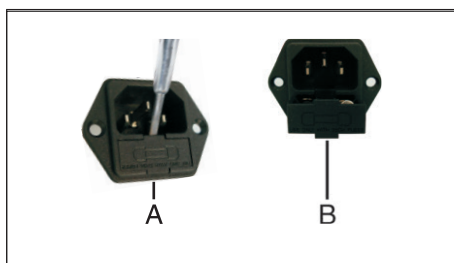

Figure 12
- 10.1 Insérez l'extrémité plate d'un tournevis dans le renfoncement du compartiment du fusible sous la prise et faites levier (figure12 -A).
- 10.2 Tirez le compartiment du fusible pour l'extraire (figure 12 - B).
- 10.4 Remettez le compartiment en place (figure 12 - B).